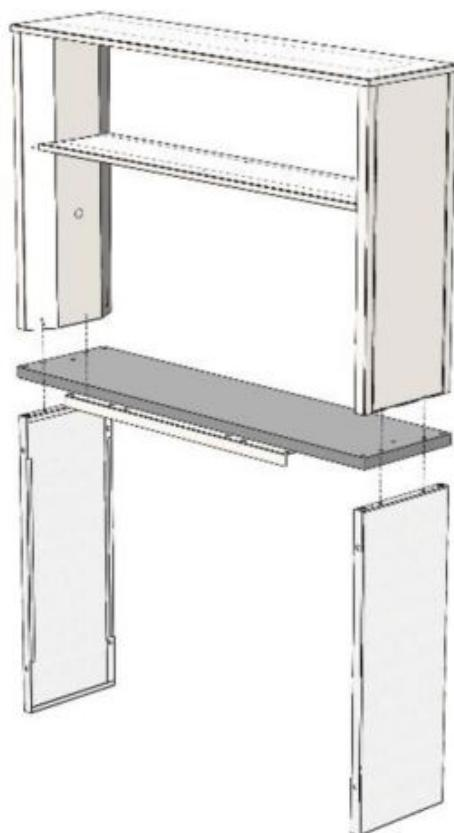

Рис. 3. Установка верхней части технологической приставки
- 6.4. Установить на каркасное основание верхнюю часть технологической приставки, предварительно выкрутив 4 винта М6х50 из нижней части рабочей поверхности (ближе к углам) и вкрутить их обратно сквозь боковины тех. приставки (Рис. 3).